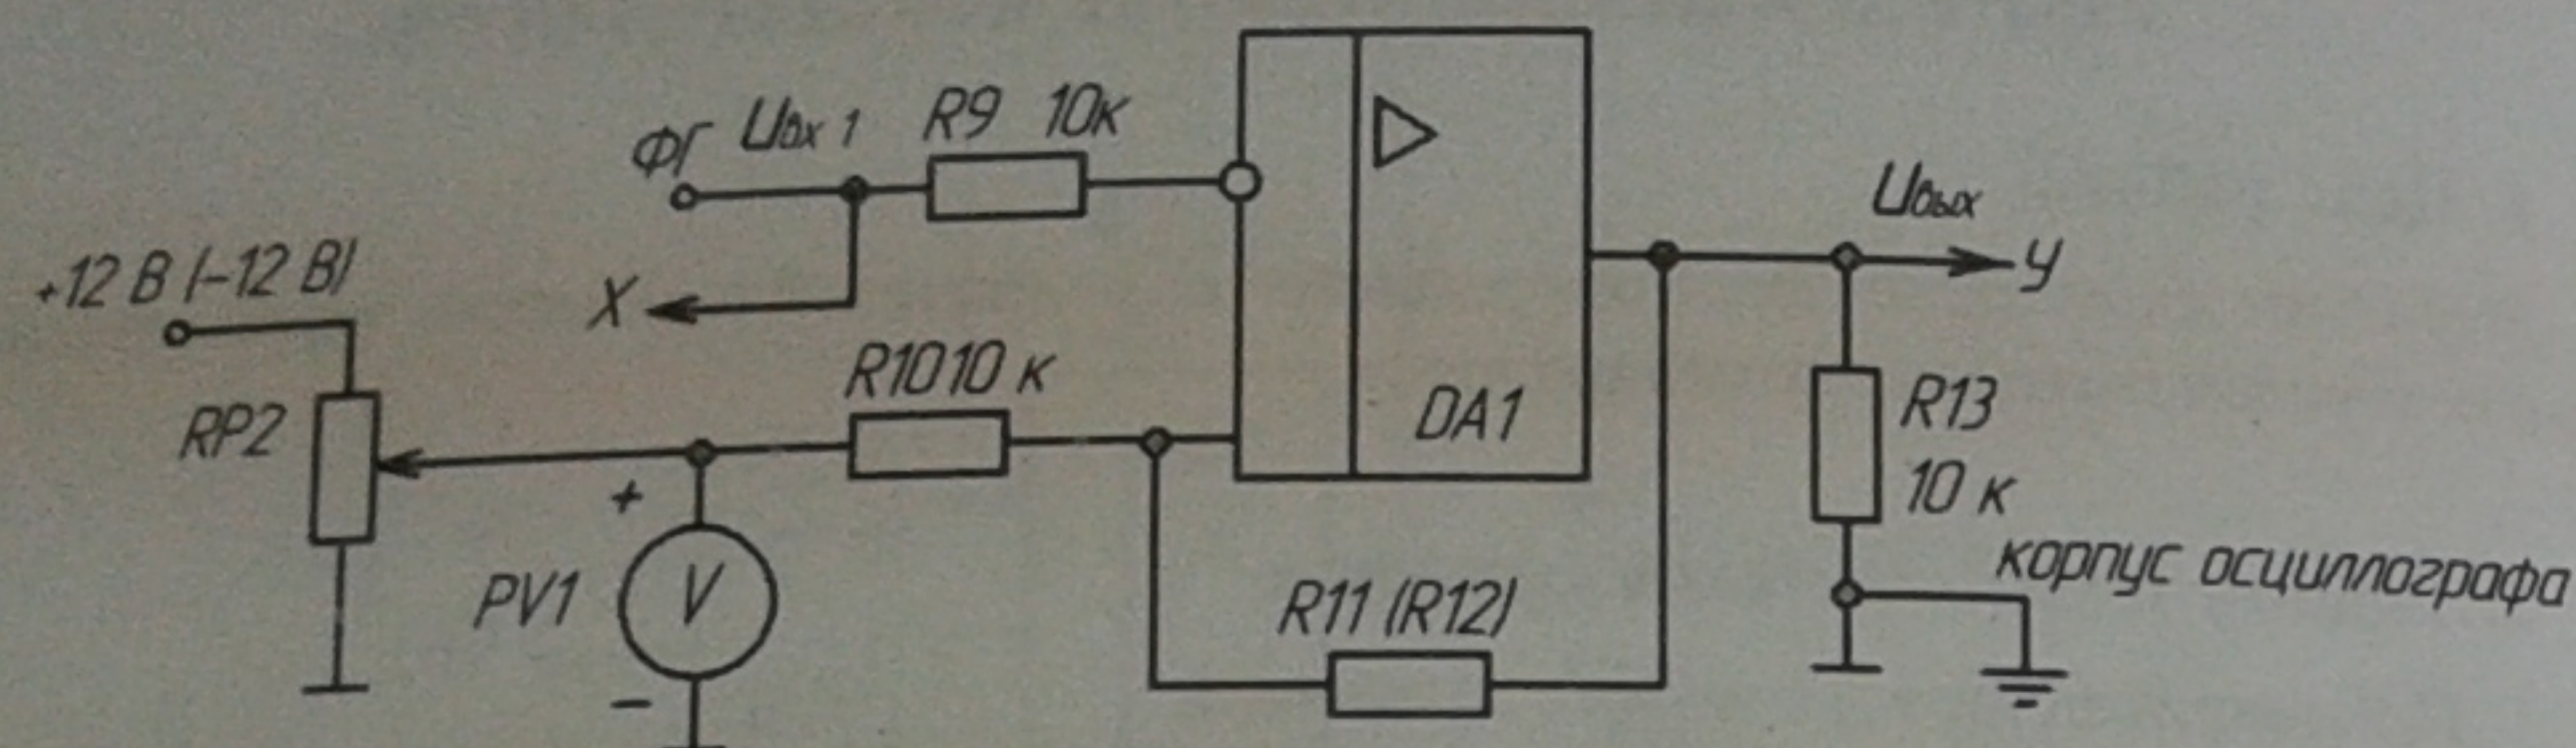

Рис. 1
- а) собрать схему двухвходового компаратора с положительной обратной связью согласно рис. 1. В качестве резистора обратной связи применить переключаемый резистор RP3 (10...200 кОм). В качестве опорного напряжения $U_{оп}$ использовать регулируемое постоянное напряжение. На инвертирующий вход подключить функциональный генератор, используя его в режиме синусоидального сигнала "~";